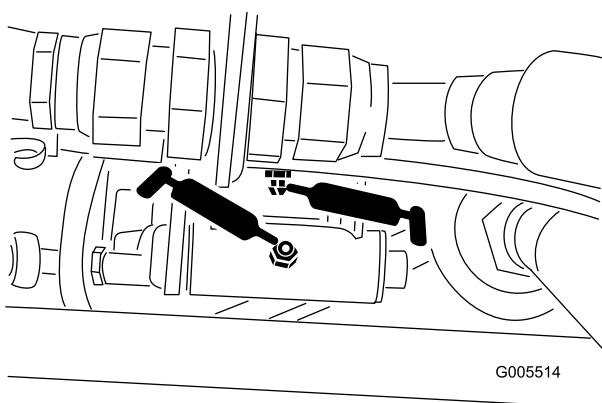
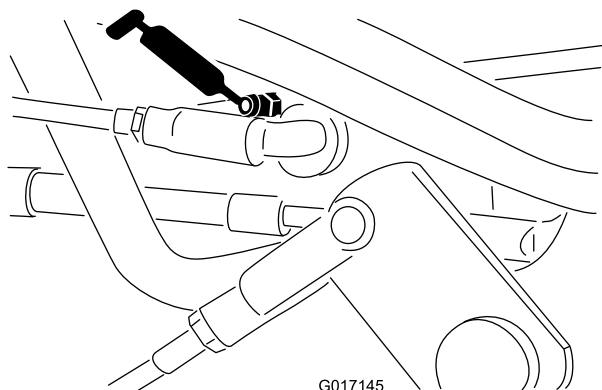

Figure 41
Figure 42
- Tringlerie de sélecteur de vitesses (Figure 41 et Figure 42)